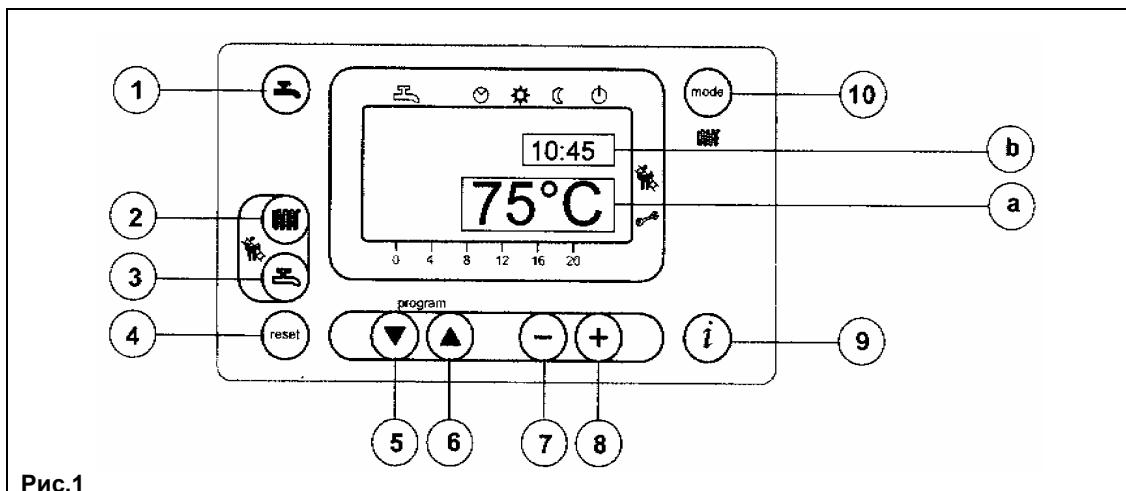

Рис.1
- Для установки значения температуры воды системы отопления нажмите кнопку (поз. 2 Рис. 1);
- нажмите одну из кнопок (поз. 1 или 10 Рис. 1) для запоминания значения и возврата в основное меню.
- Для установки максимального значения температуры воды системы ГВС нажмите кнопку (поз. 3 Рис. 1);
На основном дисплее (Рис. 1а) одновременно с кодом неисправности высвечивается символ